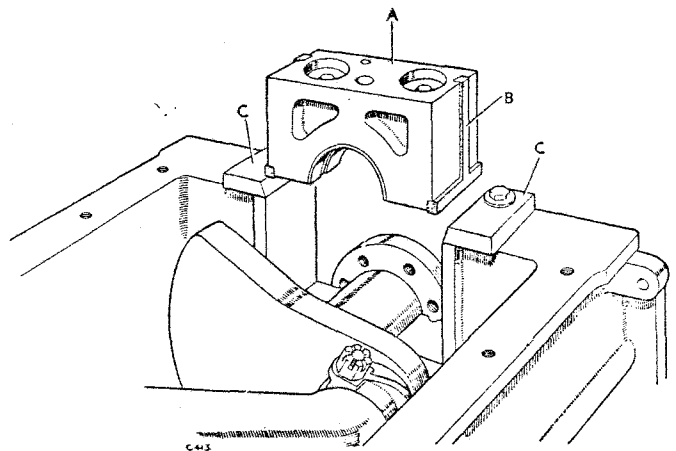

Fig. A-116—Montaje del sombrerete del cojinete trasero y del conjunto de sellados.
15. El montaje del sombrerete del cojinete de bancada trasera, con los sellados laterales en posición, se facilitará empleando una herramienta de plomo, Pieza No. 270304 montado a los prisioneros del sumidero adyacentes al orificio del sombrerete del cojinete de bancada. Véanse Fig. A-116.